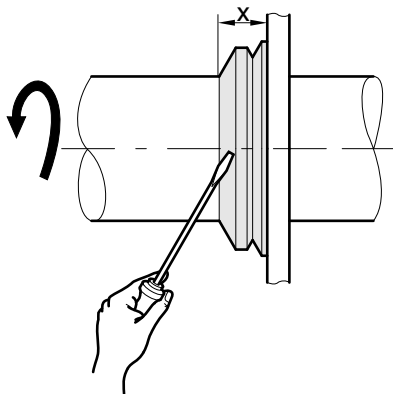

Рис. 12: V-образное кольцо
- При помощи отвёртки при одновременном вращении вала надеть уплотняющие кольца(3) и V-образные кольца (1) (→рис.12).